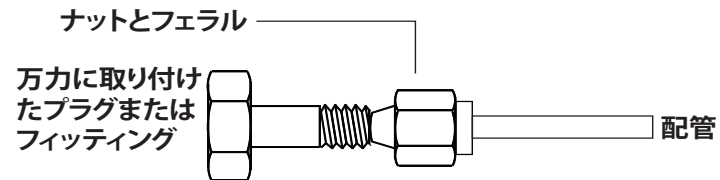

図 23 フィッティングの組み立て
- 3 配管をステンレス製のプラグに押し込みます（図 23 を参照）。